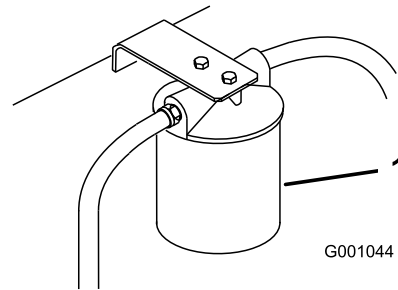

Figure 72
3. Placez un bac de vidange sous le filtre, déposez le filtre usagé et essuyez la surface du joint de l'adaptateur (Figure 72).